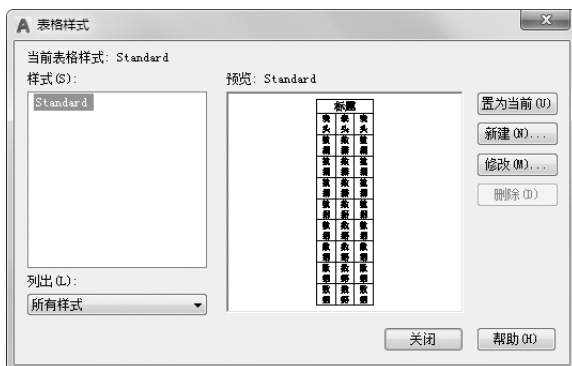

图 8-58 “表格样式”对话框
(1) 单击“默认”选项卡“注释”面板中的“表格样式”按钮，系统打开“表格样式”对话框，如图 8-58 所示。